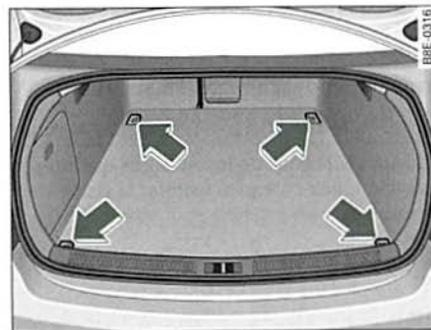

Fig. 97 Disposición de las argollas de amarre en el maletero
- Asegure la carga mediante las argollas de amarre ⇒ fig. 97 -flechas-.